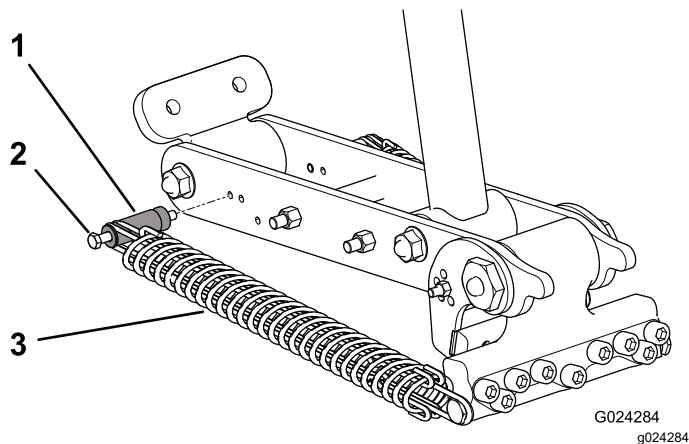
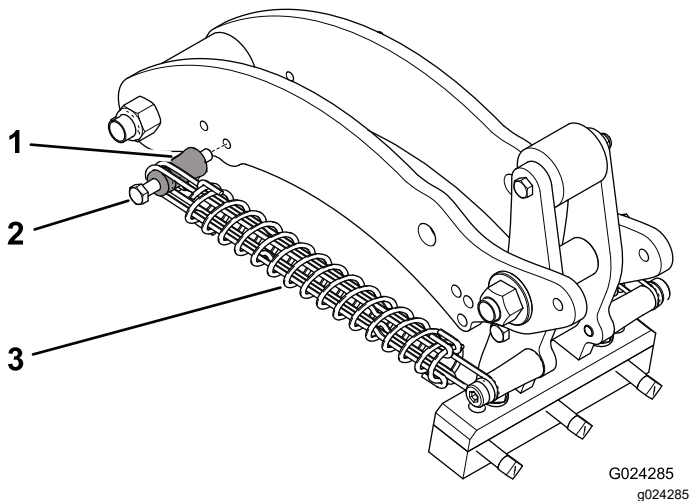

図 39
図 40
4. Spring 取り付けポストのボルトをリンクアームに固定するナットを取り外す 図 39 または 図 40。
5. 取り付けポストのボルトを外して取り付けポストをリンクアームから外し、これらをもう次の調整穴に差し込む 図 39 または 図 40。